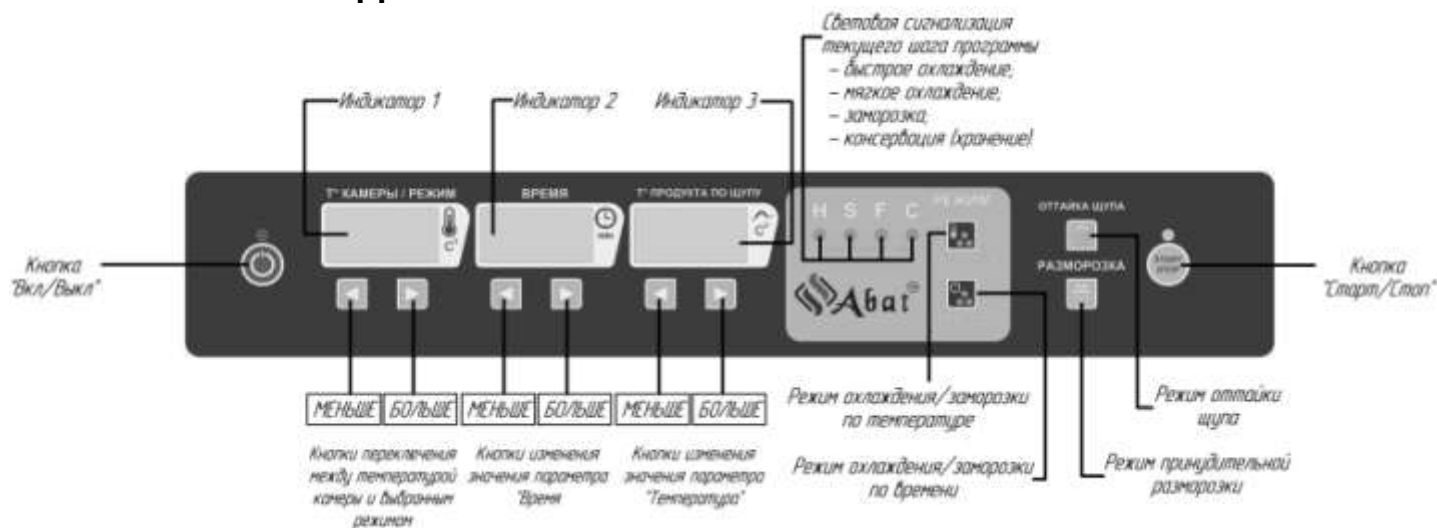

Рис.3 Расположение органов управления на панели
- режим ожидания "STOP" - оборудование включено в сеть, в этом режиме можно выбирать и запускать рабочие программы. При этом на индикаторах 1,2,3 (рис. 3) показываются соответствующие значения.